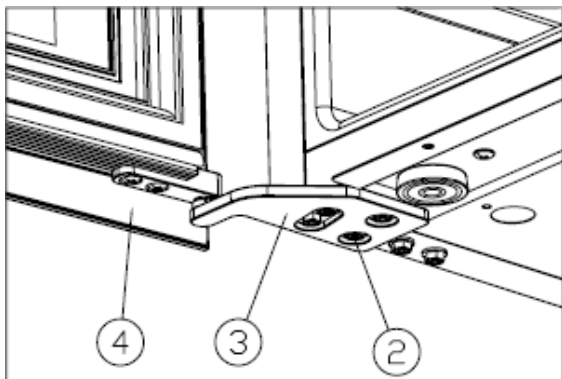

Рисунок 5
Установите правую верхнюю петлю (3) и затяните их винтами 5*16 (2). [Рисунок 5]